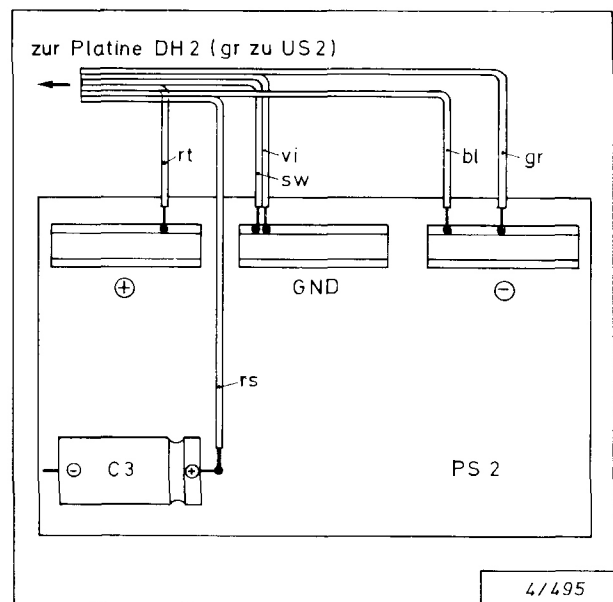

Abb. 16: Netzteil-Anschluß W 3 SK
8. Die graue Leitung zum Netzteil PS 2 Bereich – 15 Volt verlegen. Befestigung in den Klebeschellen der Vierfachleitung und mit Kabelbindern an vorhandene Kabelbaumäste. Leitung am PS 2 auf richtige Länge kürzen und mit einem großen Anschlagkontakt versehen in eines der – 15 Volt-Buchsengehäuse einstecken (Abb. 16).
10. Das Flachkabel zum Netzteil PS 2 führen und nach Abb. 16 dort anschließen. Befestigung mit Klebeschellen und Kabelbindern.